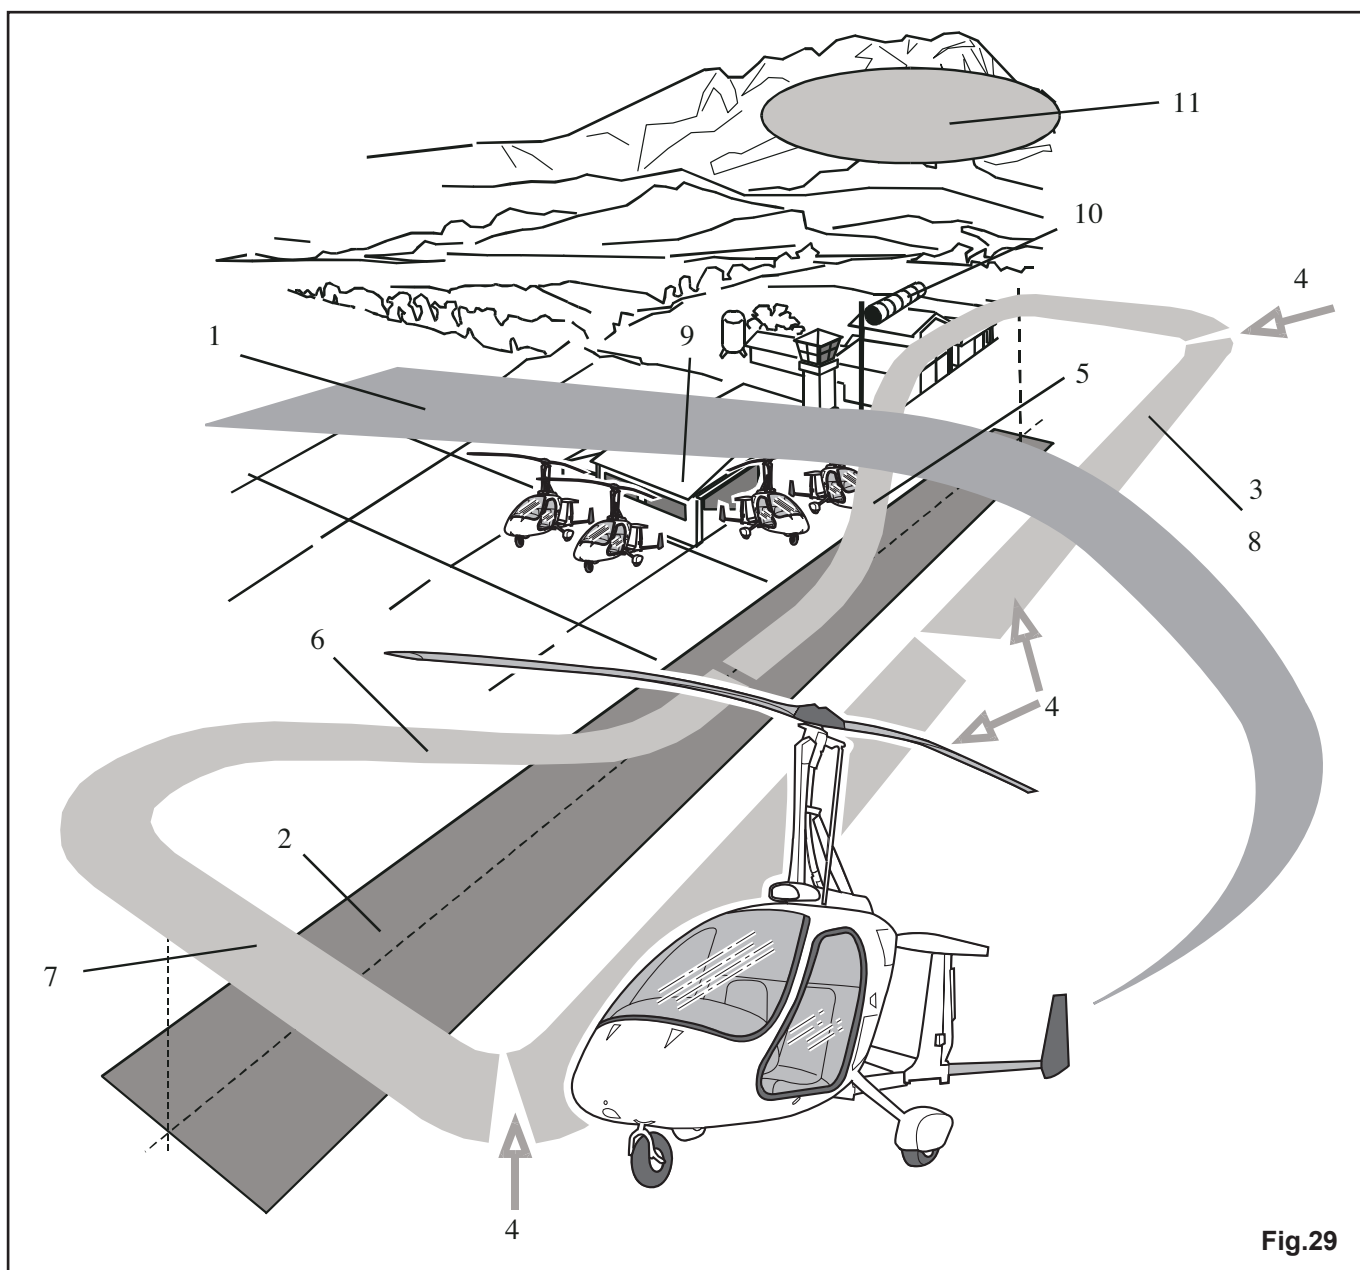

Fig.29
4.14.1 BEFORE LANDING (Fig. 29)